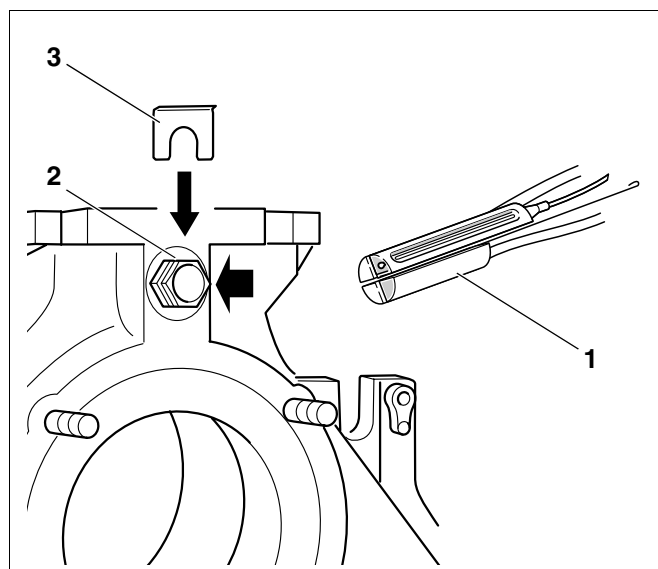

Fig. 60 Montage - paquet de sondes
Le paquet de sondes raccordé à l'appareil de régulation (trois sondes, une pièce borgne, fig. 60, **pos. 1**) est à insérer dans le doigt de gant R 3/4".
- Amener les sondes jusqu'au point de mesure de la chaudière et introduire la sonde dans le doigt de gant (fig. 60, **pos. 2**), puis fixer avec l'arrêt de sécurité (fig. 60, **pos. 3**).